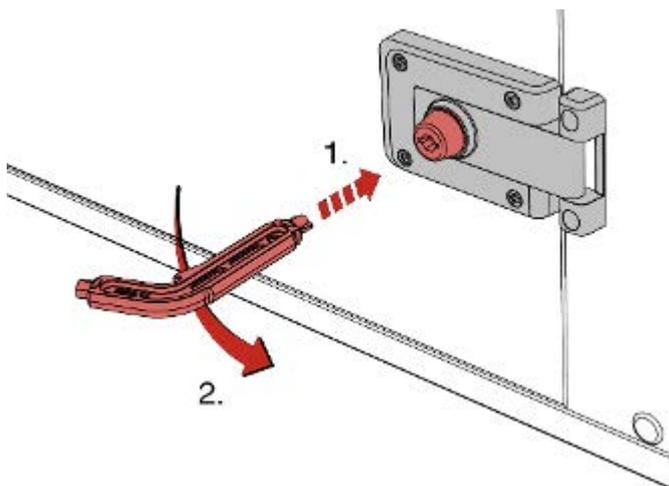

Fig. 11: Puerta de acceso con cierre de seguridad
- ▶ Introduzca la llave especial TROX en la cerradura y gírela en sentido contrario a las agujas del reloj hasta el tope (Fig. 11).